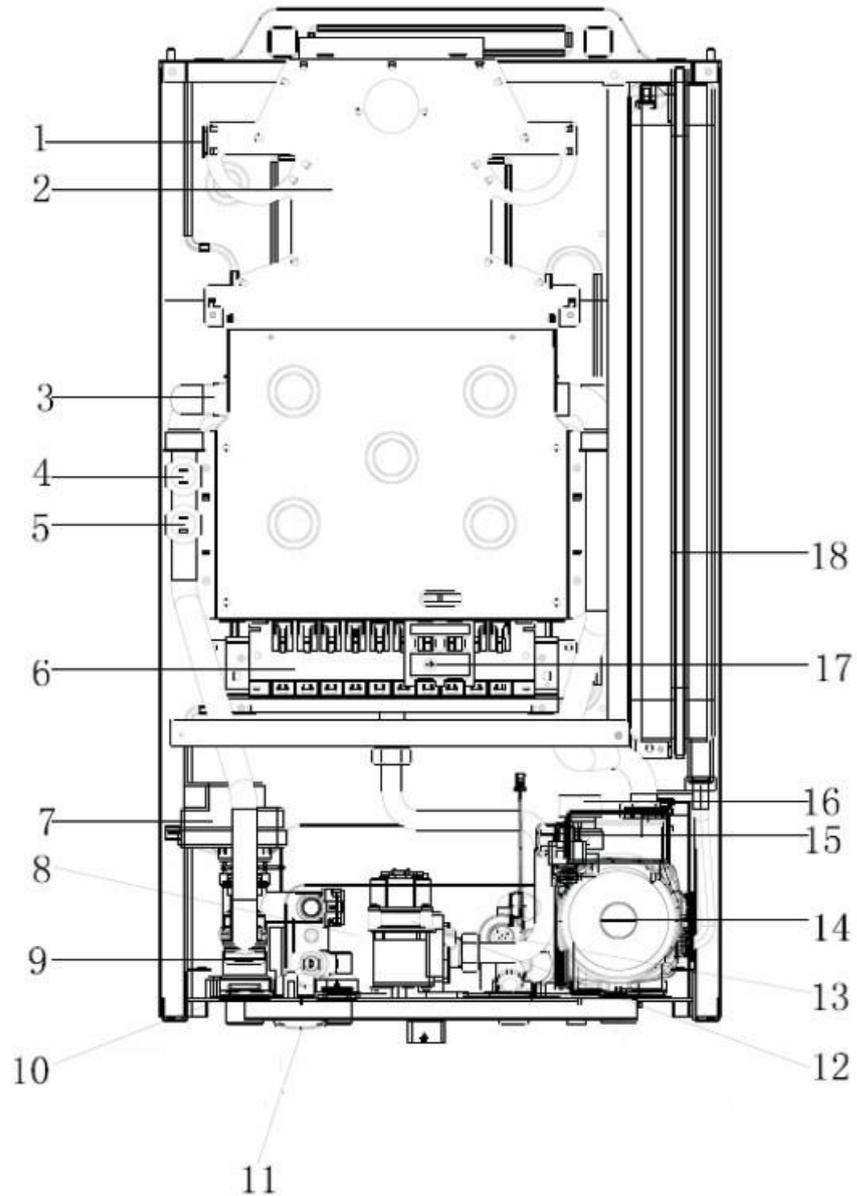

Рис. 2
3.6 Внутреннее устройство котла (Рис. 2)